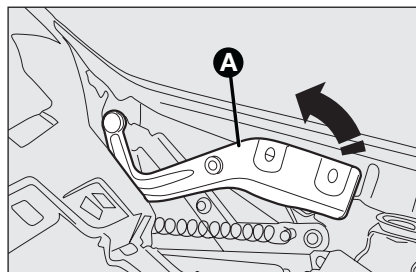

fig. 87
- ☐ levante hacia arriba la palanca de sostén del capó motor **A**-fig. 87 y acompañe-la hasta advertir el chasquido del bloqueo;